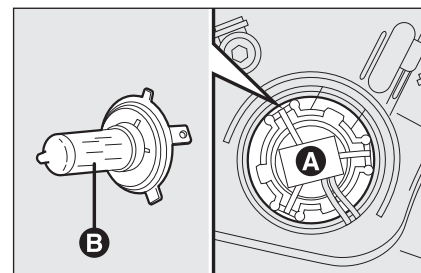

fig. 17
- ☐ pulsar sobre el conector eléctrico central **A**-fig. 17 y retirar el grupo completo;